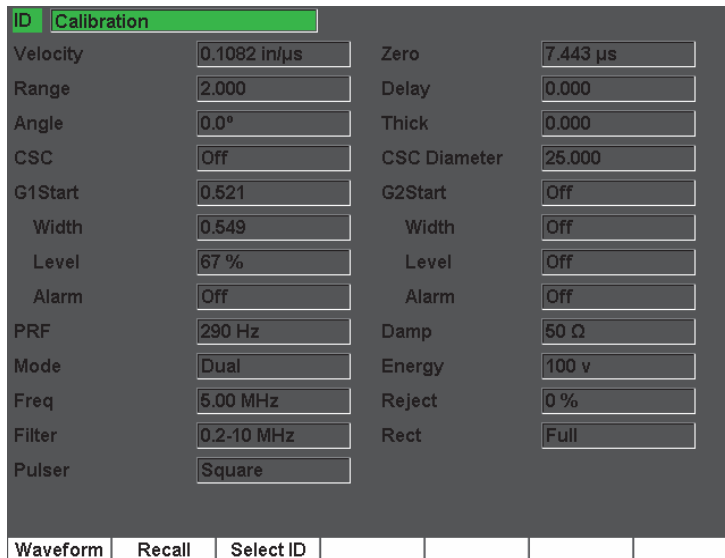

图 11-6 查看文件内容（设置）
- 按**Setup**（设置），查看当前ID的完整的设置参数（参见第207页的图 11-6）。